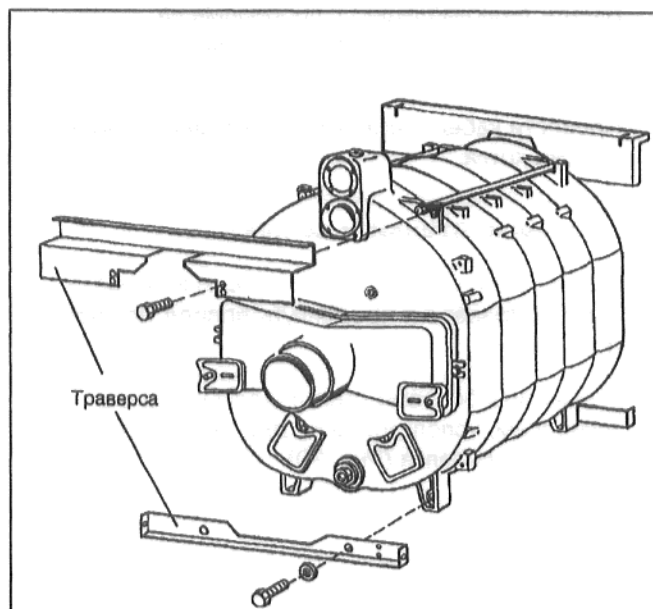

Рис. 27
- Сзади сверху зафиксировать траверсу на литых выступах и привинтить винтами М 8 х 15 к обоим концевым секциям. Окантовки должны быть обращены вперед (Рис. 27).